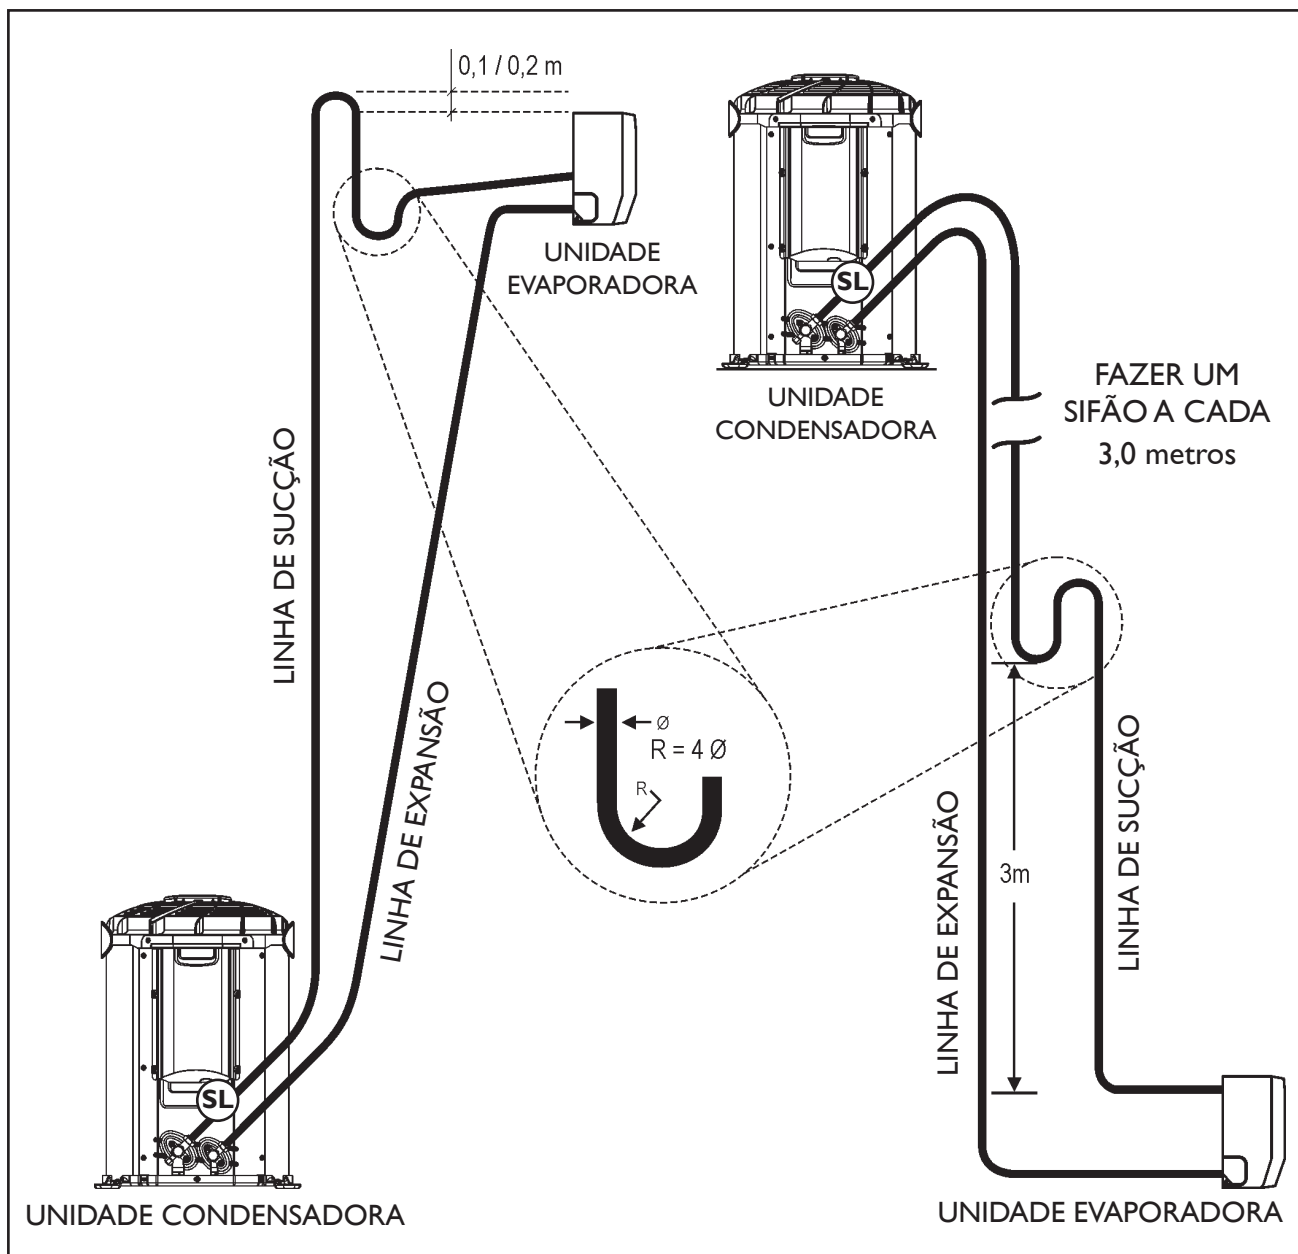

FIG. 21 - LINHAS DE INTELIGANÇA
- 1° Elevar a linha de expansão acima da unidade condensadora antes de ir para a unidade evaporadora 0,2 metros, quando a evaporadora estiver abaixo da condensadora. (Fig. 21)
- 1° Elevar a linha de expansão 0,2 metros acima da unidade condensadora antes de ir para a unidade evaporadora, quando a evaporadora estiver abaixo da condensadora. (Fig. 21)
- 2° Elevar a linha de sucção 0,2 metros acima da unidade evaporadora antes de ir para a unidade condensadora, quando a evaporadora estiver acima ou no mesmo nível da condensadora. (Fig. 21)
- 3° Fazer sifões nas subidas da linha de sucção a **cada 3,0 metros**, incluindo a base (saída da evaporadora). Caso o desnível seja menor que 3m faça apenas na base. (Fig. 21)